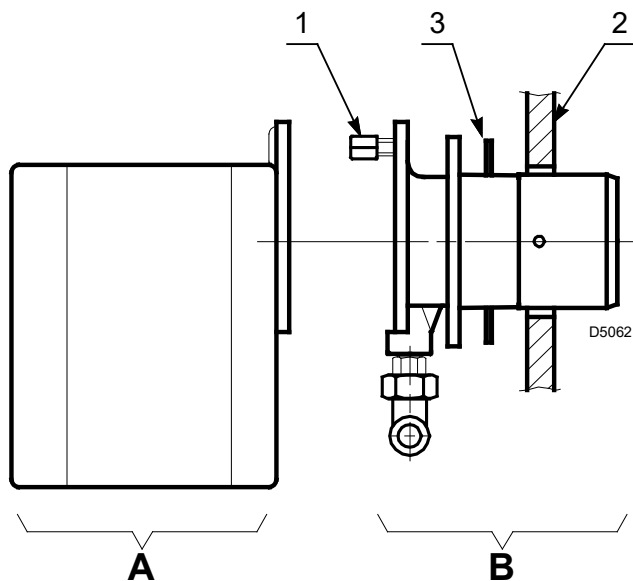

Abb. 9
- Den Flammkopf vom Brenner ausbauen, dazu die Mutter 1) abnehmen und die Gruppe herausziehen A)(Abb. 9).
- Die Gruppe B)(Abb. 9) an die Heizkesselplatte 2) befestigen und die beiliegende Isolierdichtung 3) einfügen.